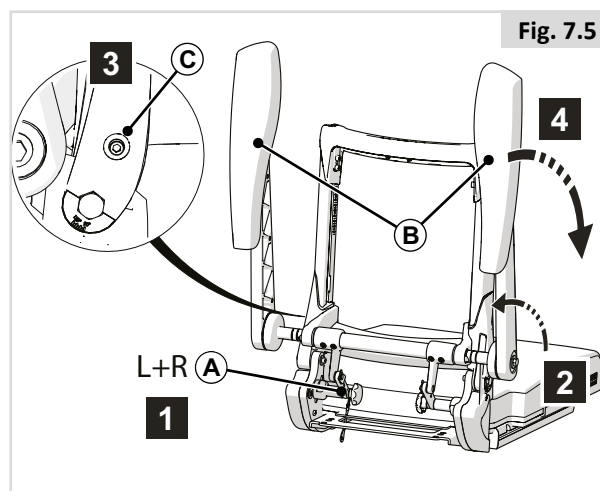

Fig. 7.5
7.4 Ripiegamento verso il basso dello schienale in presenza di braccioli reclinabili (Fig. 7.5)